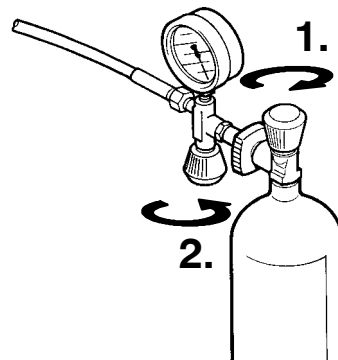

Рис. 25 Отсоединение баллонов сжатого воздуха
- При достижении конечного давления сначала закройте кран баллона (1, Рис. 25), потом заправочный клапан (2).